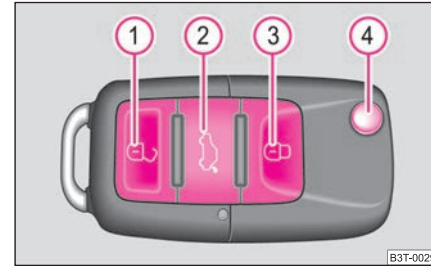

Abb. 34 Funk-Schlüssel
- Drücken Sie die Taste **2** etwa 1 Sekunde lang ⇒ Abb. 34. Weitere Informationen ⇒ Seite 42.
- Drücken Sie die Taste **2** etwa 2 Sekunde lang ⇒ Abb. 34. Weitere Informationen ⇒ Seite 42.